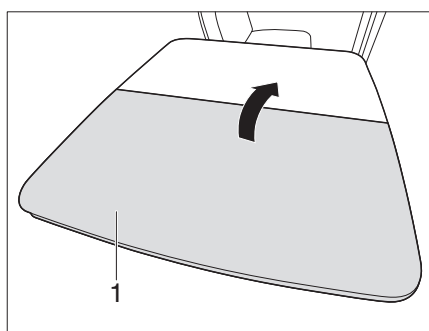

Fig. 121 Plegar la mesa plegable
- Plegar la mitad de la mesa (Fig. 121,1).